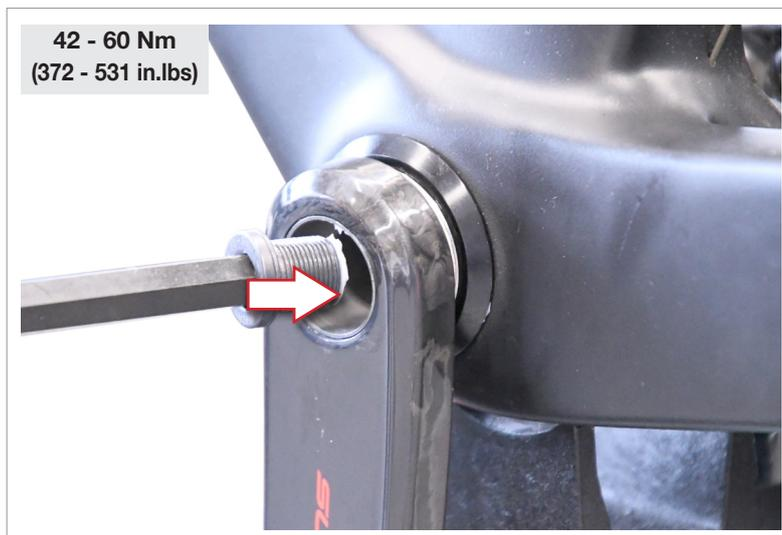

Fig.7
• Sujete con una mano la biela izquierda en la posición correcta, apriete el tornillo de fijación (Fig. 7) manualmente hasta que se conecten los semiejes, **LUEGO APLIQUE UNA LLAVE DINAMOMÉTRICA** (en el inserto hexagonal de 10) y apriete con un par de **42 Nm - 60 Nm (372 in.lbs - 531 in.lbs)** (Fig. 7).